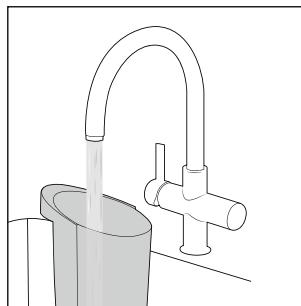

Fig. 23
- ◆ Enjuague el depósito de agua sucia ② bajo el agua corriente caliente (consulte la fig. 23).